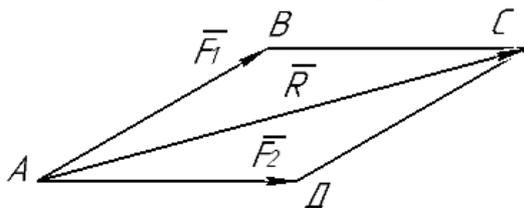

Рисунок 2
4. Проведите диагональ АД, которая и будет являться равнодействующей двух сил и (рис.2).